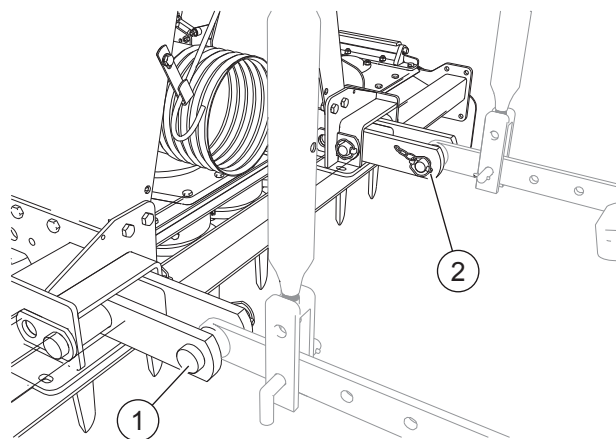

FIG. 24
- Dirigir las barras del elevador a los enganches inferiores ("Fig. 24"). Insertar los pernos de enganche (1). Fijar los pernos con los pasadores a broche (2) en dotación.